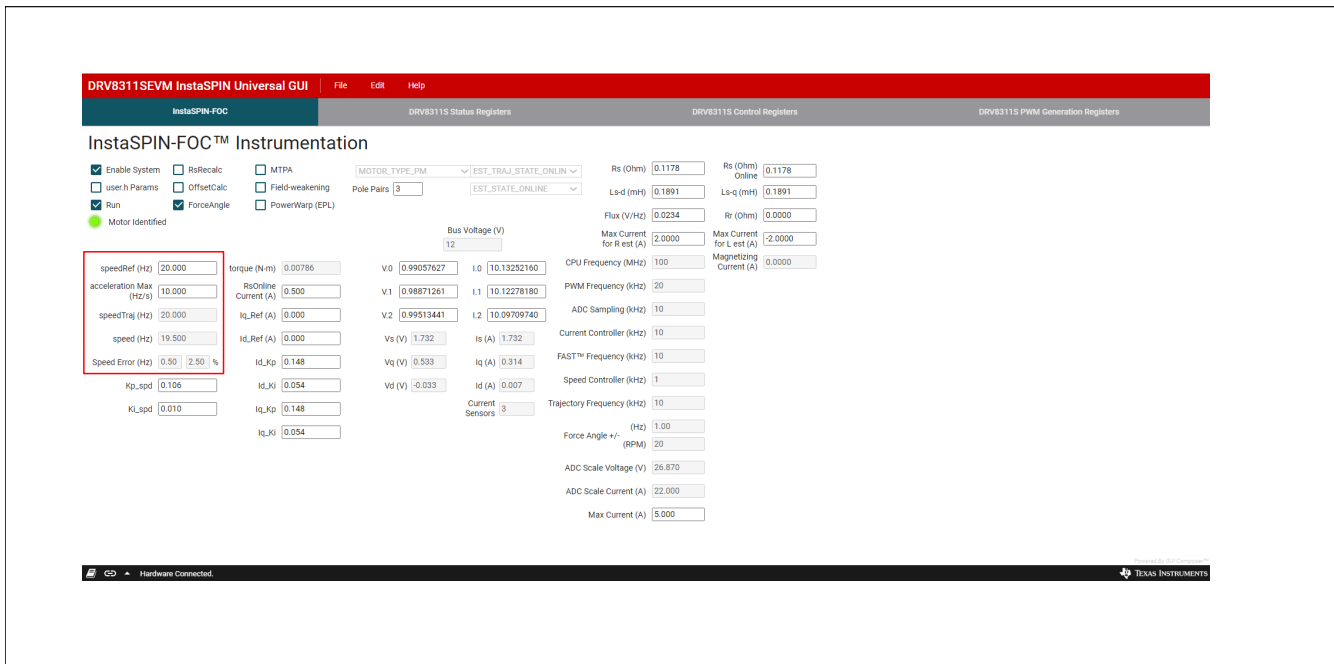

图 6-5. 使用 DRV8311HEVM InstaSPIN GUI 的无传感器 FOC 换向
1. 要使用无传感器 FOC 旋转电机，请再次选中“Run”框。电机将在正弦电流下以 GUI 中的“speedRef (Hz)”值旋转，该值自动设置为 20.0Hz。使用“speedRef (Hz)”输入更改电机转速，如图 6-5 所示。GUI 使用变速 (Hz) 自动计算当前基准速度，并将其与轨迹速度变量 speedTraj (Hz) 进行比较，以计算速度误差 (Hz) 并以百分比形式表示。